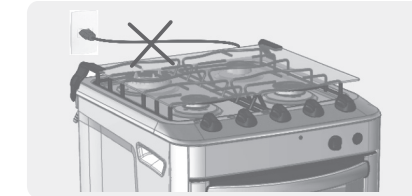

Fig. 11
- 1| Não deixe o cabo de alimentação passar por trás do fogão (Fig.11).